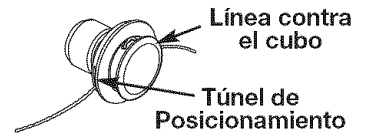

Fig. 13
5. Hale la línea y cerciórese de que la línea esté contra el cubo y que esté totalmente extendida a través de los túneles de posicionamiento (Fig. 13).
4. Gire la perilla en sentido horario para ajustarla (Fig. 13).